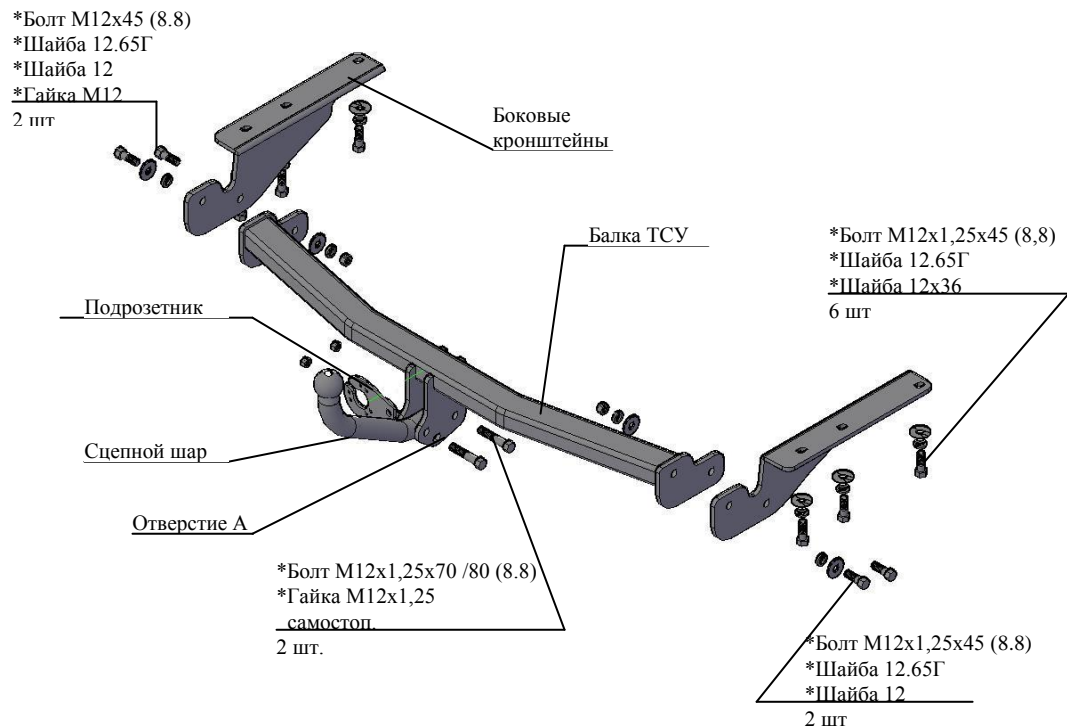

Рис.1 Тягово-сцепное устройство 7830.
2.1 ТСУ 7830 в сборе (рис.1)	1 шт.
2.2 Пакет с комплектующими (см. рис.1)	1 шт.